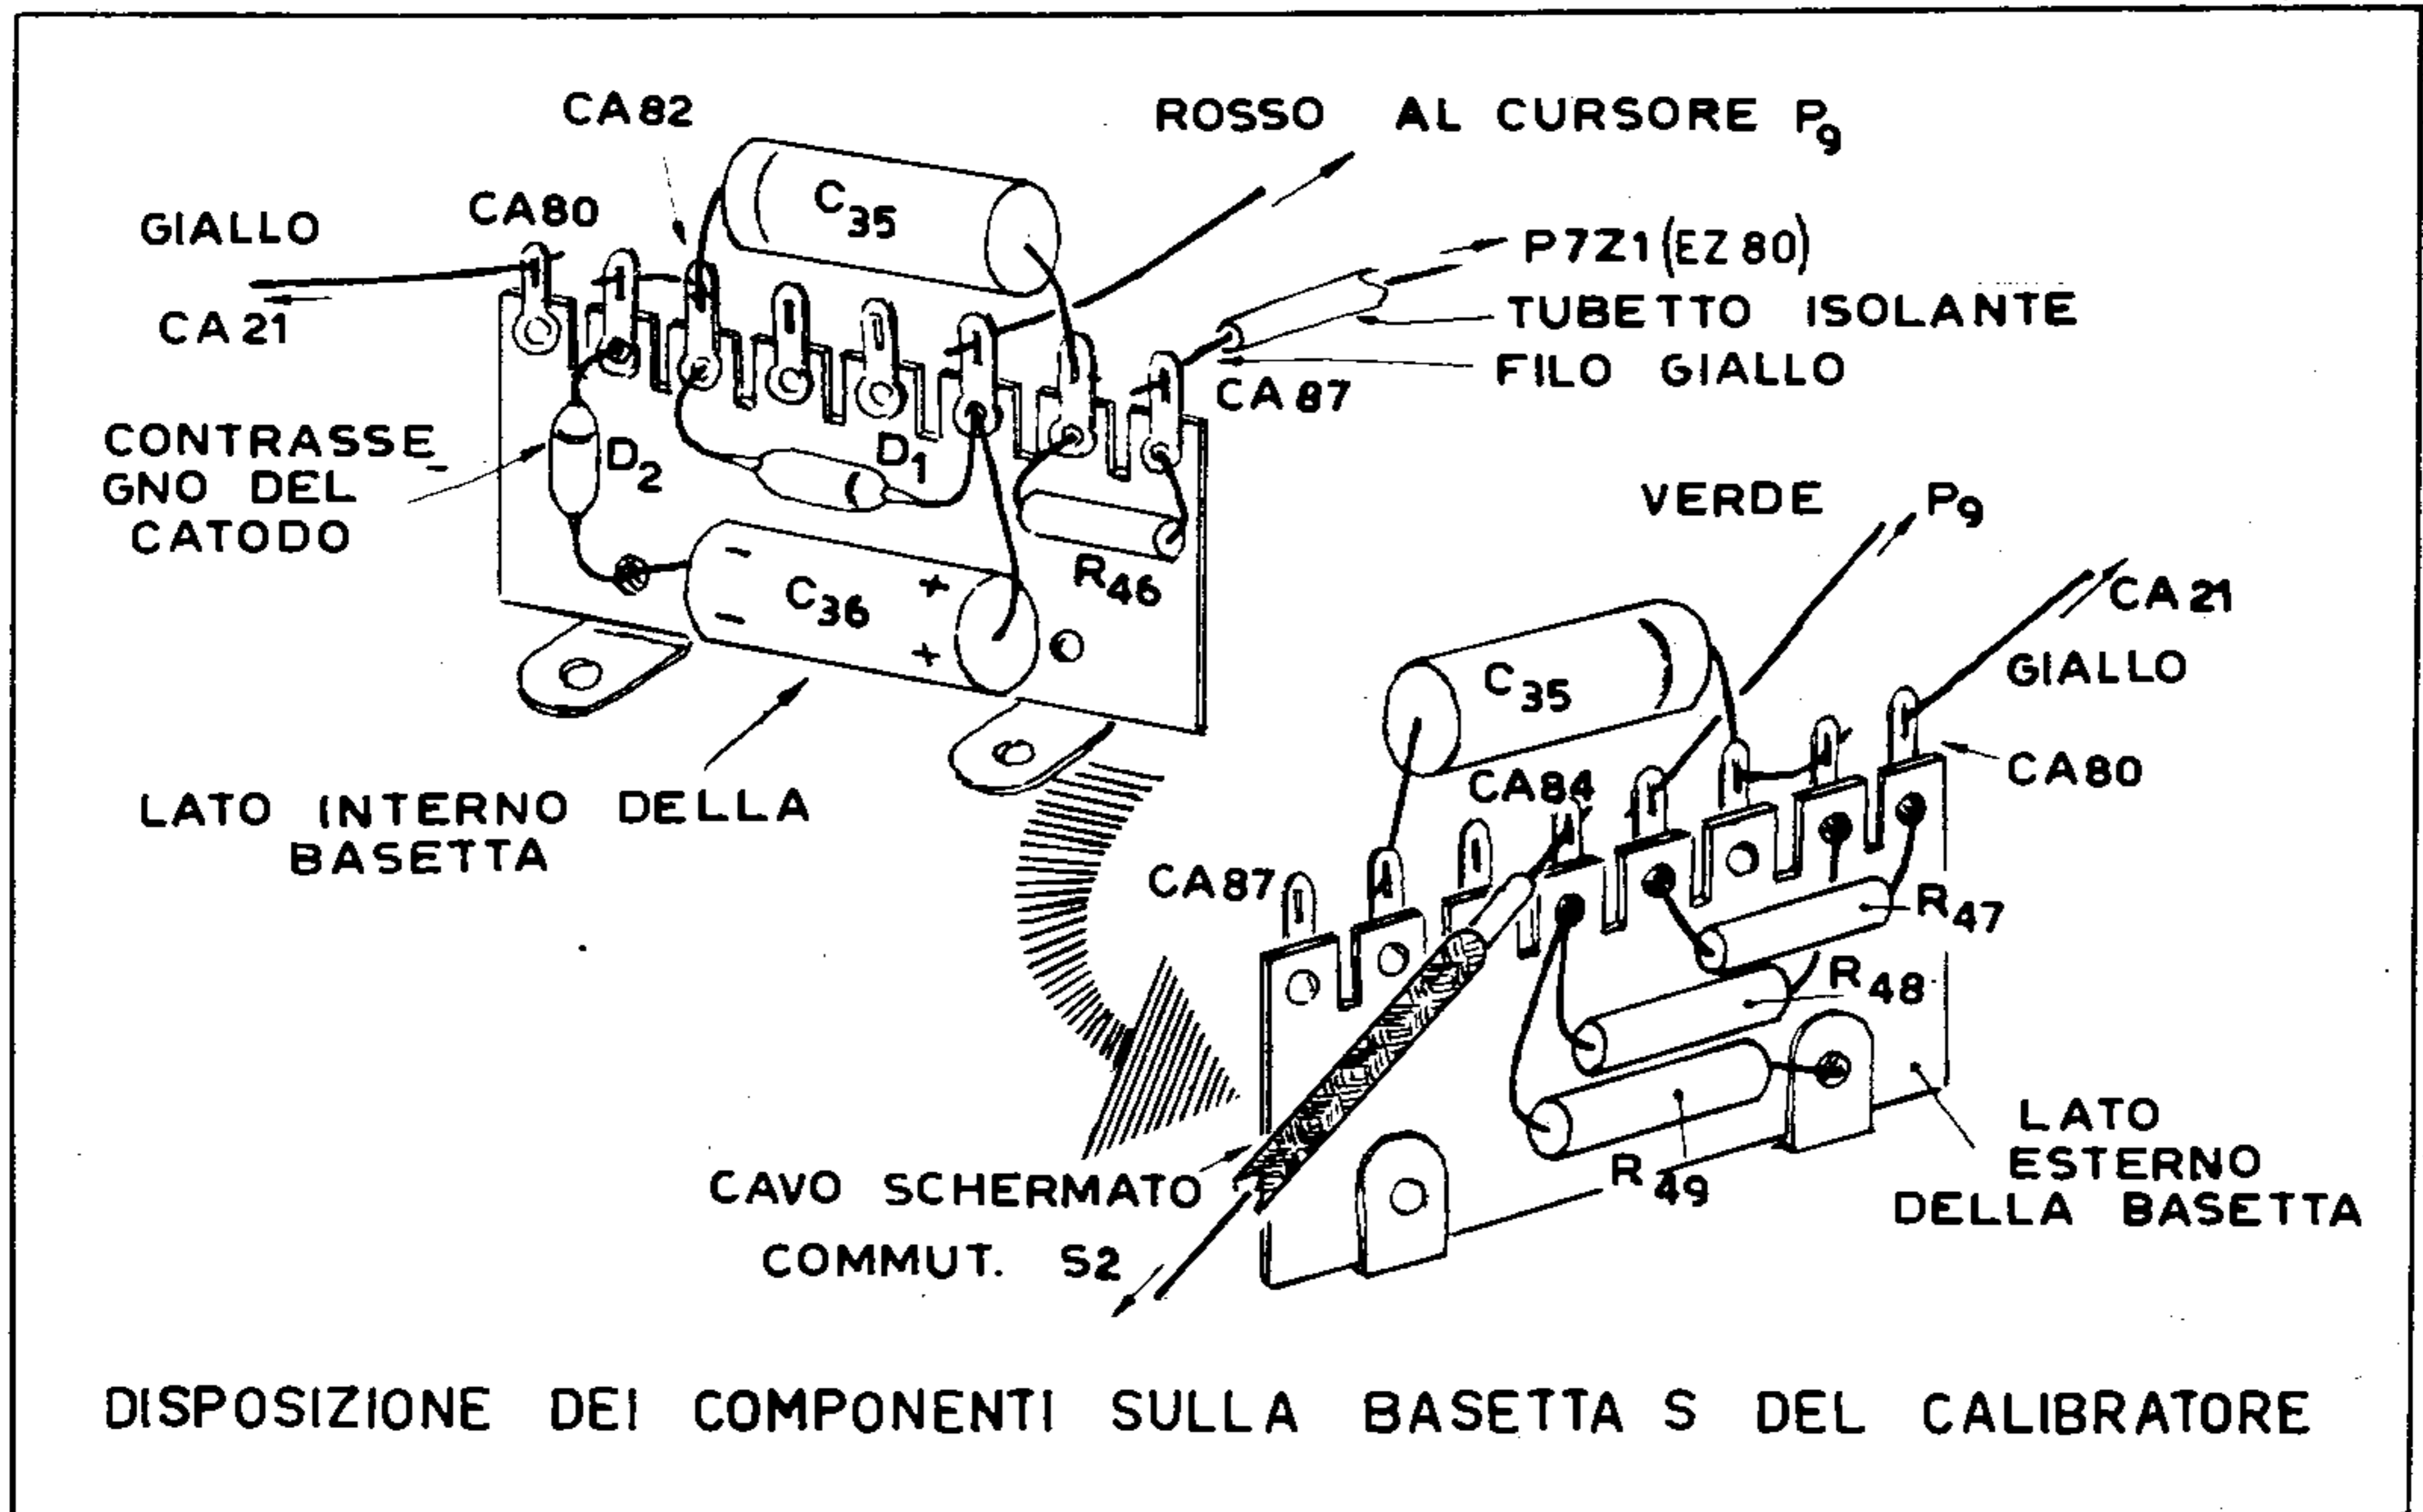

Fig. 10
In fig. 10 è rappresentata appunto la basetta S, vista dalla parte anteriore e dalla parte posteriore.
a) - COLLEGHI IL CONDENSATORE C36 (25  $\mu$ F - 50 V1) FRA L'OCCHIELLO DEL RIVETTO CHE FISSA UN ANGOLARE (VEDA IL DISEGNO DI FIG. 10) E L'OCCHIELLO DEL CA85, SENZA SALDARE IN NESSUNO DEI PUNTI CITATI.